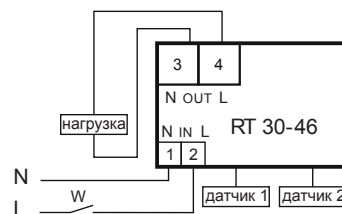

Рис. 2: схема подключения нагрузки мощностью до 4,4 кВт к устройству
5.2. Нагрузка на напряжение 220В подключается к контактам 3 и 4 устройства (рис. 2). При этом светящийся красный светодиод будет указывать на то, что реле замкнуто и нагревательный элемент включен. При достижении установленной температуры реле размыкается и отключает нагревательный элемент, светодиод гаснет.
7.2. Подключить нагрузку к изделию (см. рис.2). Для этого используйте одножильный или многожильный провод с двойной или усиленной изоляцией сечением, соответствующим мощности нагрузки. Напряжение подается через выключатель W или напрямую на контакты 1 и 2 изделия. Нагрузка на 220В подключается к контактам 3 и 4 изделия.